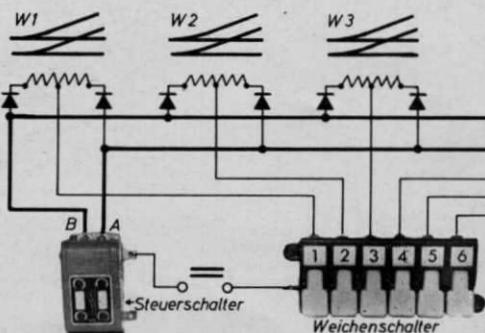

Abb. 2. Mit den Dioden lassen sich die einzelnen Weichen voneinander entkoppeln, wodurch die Schaltung von der Weichenanzahl unabhängig wird.
2. Stehen keine Weichenantriebe mit automatischer Abschaltung zur Verfügung (ich habe noch etliche alte Arnold-Weichen verwendet), so läßt sich der „ungewollte“ Strom durch eine Dioden-Entkopplung unterbinden. Allerdings muß die Schaltung dann mit Gleichspannung gespeist werden (siehe Abb. 2).
Von der Anzahl der Weichen unabhängig ist der Schaltvorschlag nach Abb. 2. Die von Herrn Dipl.-Ing. Haack vorgeschlagene Entkopplung der einzelnen Weichen durch Dioden stellt eine einfache und auch nicht zu teuere Lösung zur universelleren Verwend-